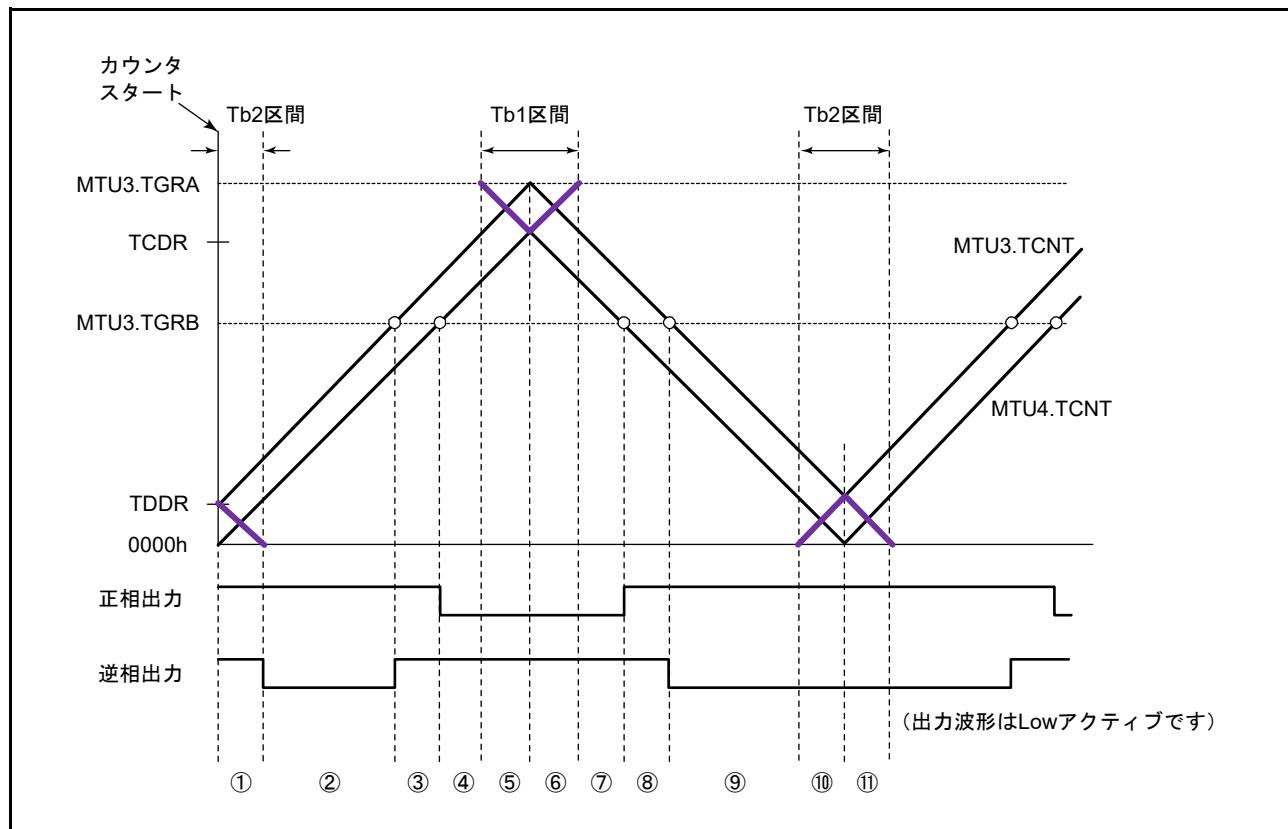

図 20.56 同期カウンタクリアタイミング
TWCR.WRE ビットを“1”に設定することで初期出力を抑止することができるのは、同期クリアが図 20.56 の⑩、⑪のような Tb2 区間で入ってきたときのみです。それ以外のタイミングで同期クリアが起こった場合は、TOCR1.OLSN, OLSP ビットで設定した初期値が出力されます。また、Tb2 区間であっても、図 20.56 の①で示すカウンタスタート直後の初期出力期間で同期クリアが起こった場合には、初期出力の抑止は行いません。
(図 20.56 のタイミング③、TWCR.WRE ビット = 1)
(図 20.56 のタイミング⑥、TWCR.WRE ビット = 1)
(図 20.56 のタイミング⑧、TWCR.WRE ビット = 1)
(図 20.56 のタイミング⑪、TWCR.WRE ビット = 1)